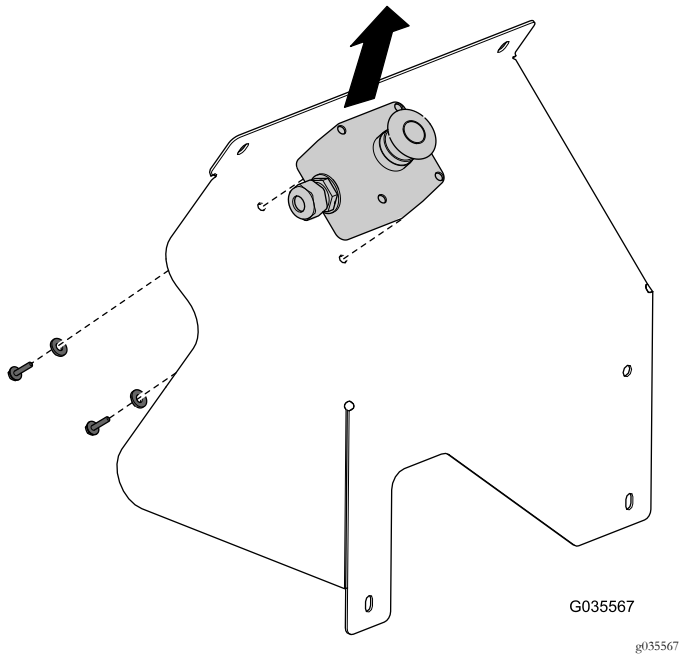

Figure 2
6. Déposez le bouton d'arrêt d'urgence du couvercle (Figure 2).